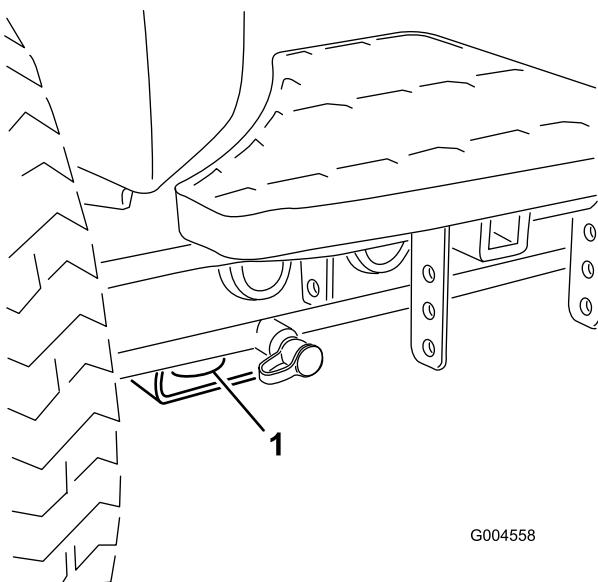

図 44
- 前：各前輪の内側、アクスル・チューブの下にある四角いパッド(図 44)